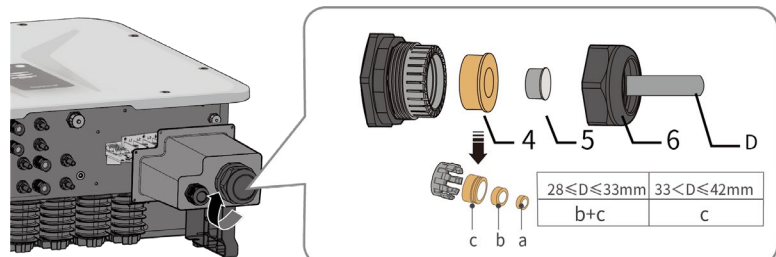

Abb. 15. AC-Kabelverschraubung lösen
2. Lösen Sie die Kabelverbinder für den AC-Anschluss (siehe Abb. 15).